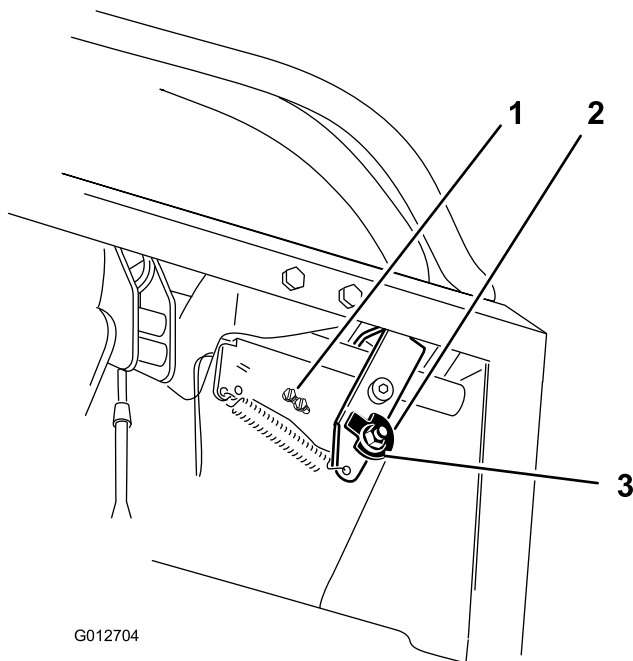
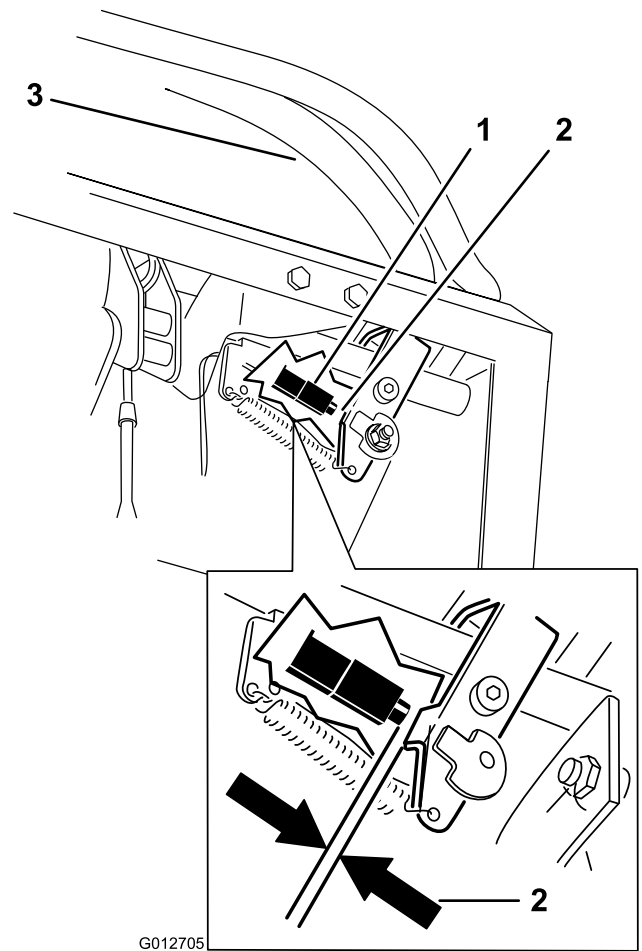

Figura 68
Figura 69
- Afloje la tuerca que sujeta la leva (Figura 68).
10. Compruebe la distancia entre la palanca de control y el interruptor, según se muestra en Figura 69. El espacio debe ser de 3 mm con la palanca de control de movimiento derecha en la posición de bloqueo/punto muerto.
11. Si es necesario, afloje los tornillos que sujetan el interruptor, y ajuste el interruptor (Figura 68 and Figura 69).